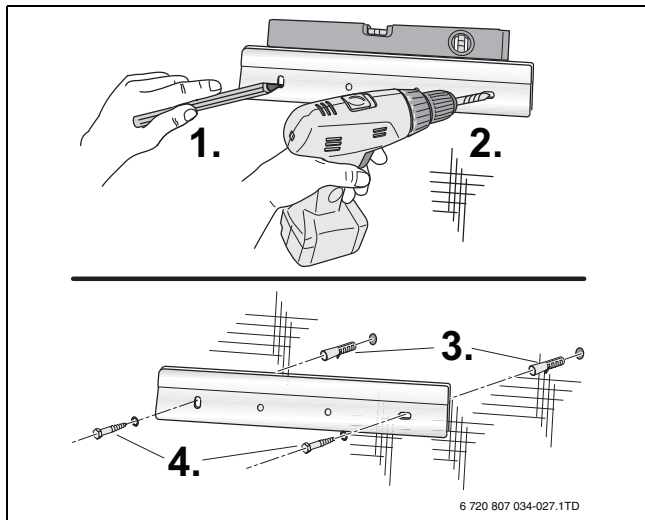

Fig. 10 Instalación en pared de la pletina de sujeción
- ▶ Marcar los puntos de perforación usando la pletina de sujeción adjunta (→ fig. 10).